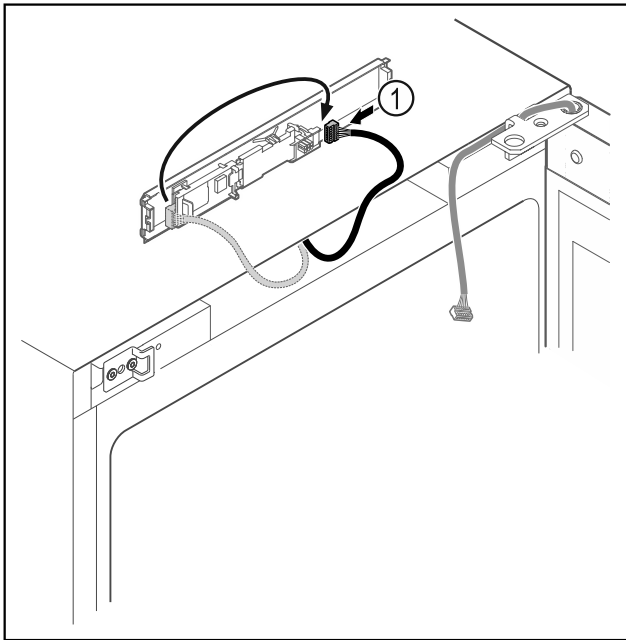

Fig. 9
- Μεταφέρετε το φιν Fig. 9 (1) στην πλακέτα.